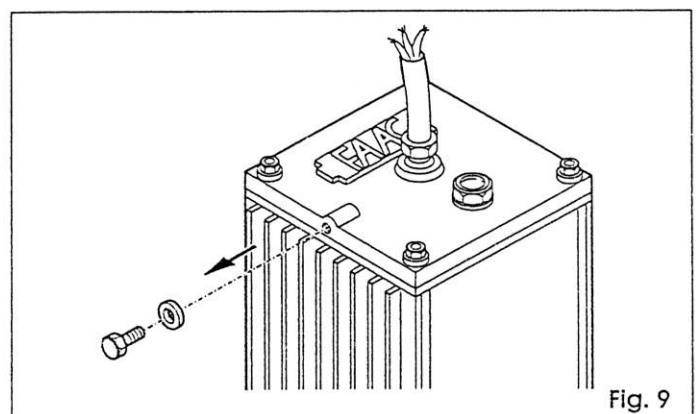

Fig. 9
- 3) **odkręcić i zachować śrubę odpowietrzającą jak na rys. 9**